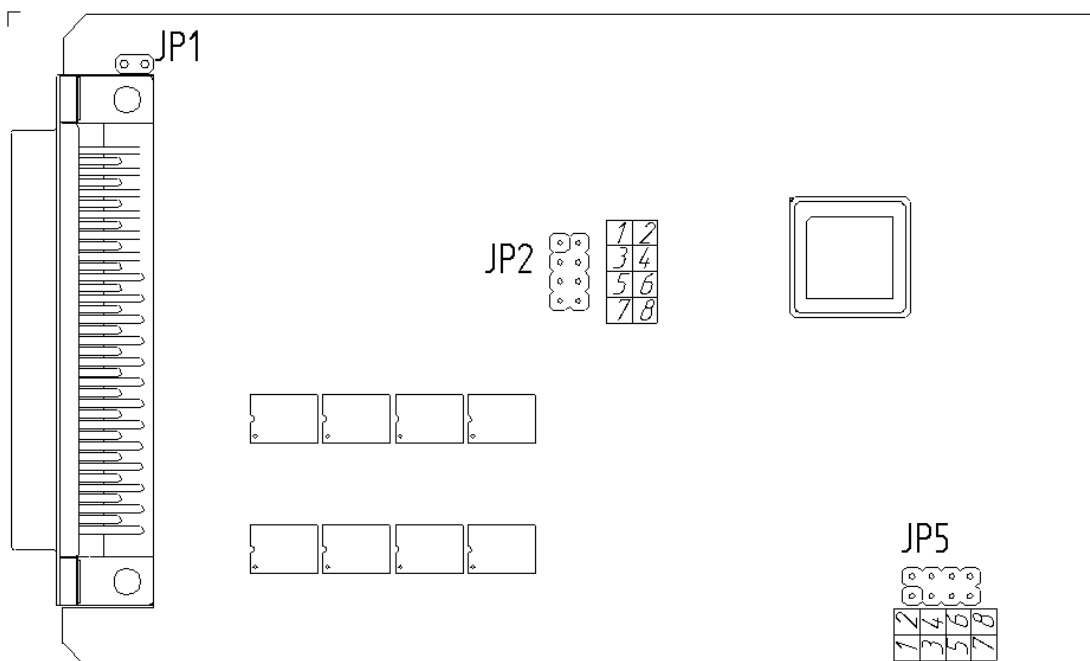

Рисунок 10.1 – Положение переключателей на плате процессора
- положения переключателей на плате процессора (установленной внутри прибора) – см. рисунок 10.1.